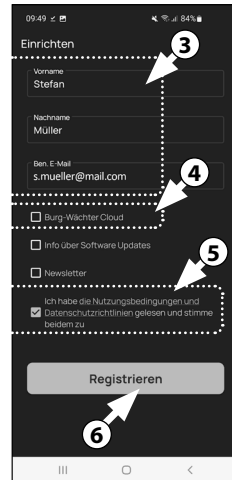

Fig. 3
- 3 Introduzca su nombre y su dirección de correo electrónico (Fig. 3).
- 4 Elimine la selección del apartado: «BURG-WÄCHTER Cloud»: no es necesario para la configuración, y puede autorizarlo más adelante si lo desea (Fig. 3). En las instrucciones básicas, en nuestra página web, encontrará una explicación al respecto (busque el enlace en la página inicial).
- 5 Lea y acepte las condiciones de uso y la política de privacidad (Fig. 3).
- 6 Pulse en «Registrar» (Fig. 3).